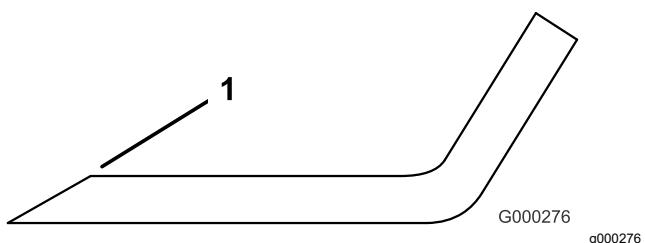

Figura 99
3. Esaminate l'affilatura di tutte le lame e affilate se risultano smussate o scheggiate (Figura 99).
Nota: Affilate soltanto la parte superiore del tagliente e mantenete l'angolo di taglio originale per garantire l'affilatura (Figura 99). La lama rimane bilanciata se rimuovete la stessa quantità di metallo da entrambi i taglienti.